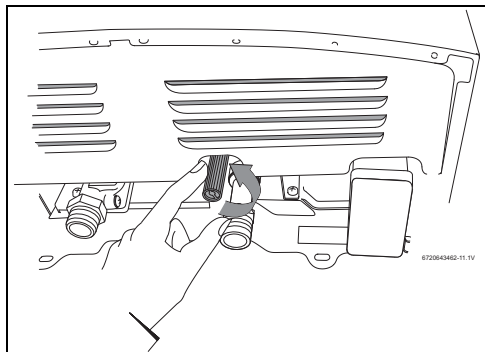

Fig. 12 Purga
- ▶ Aflojar el tornillo de vaciado situado en el parte inferior del aparato (Fig. 12).